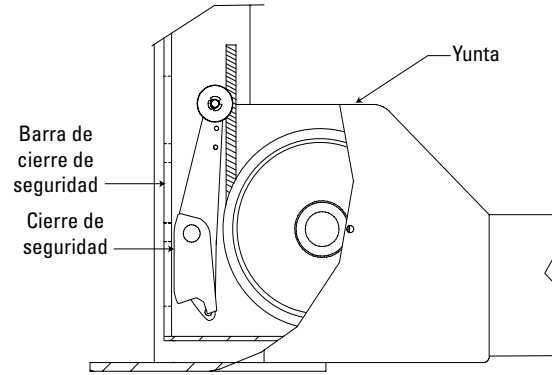

Fig. 24
- K. Ponga en operación la válvula de aire y verifique la operación de los seguros en todas las cuatro esquinas. Los cierres de seguridad deben tirar más allá de los extremos del yugo para liberar las barras de fijación ubicadas en todas las cuatro columnas, Fig. 24.